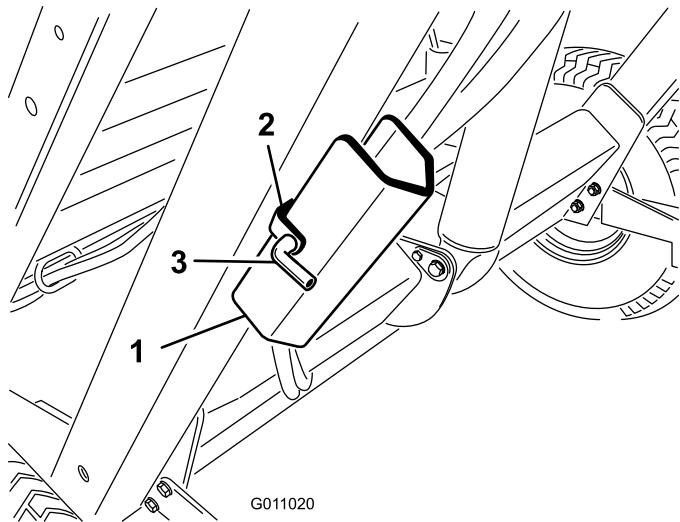

Figure 23
2. Retirez la goupille fendue et la goupille de fixation du support de sécurité au support de rangement sur le châssis du balai-ramasseur (Figure 23). Retirez le support de sécurité.